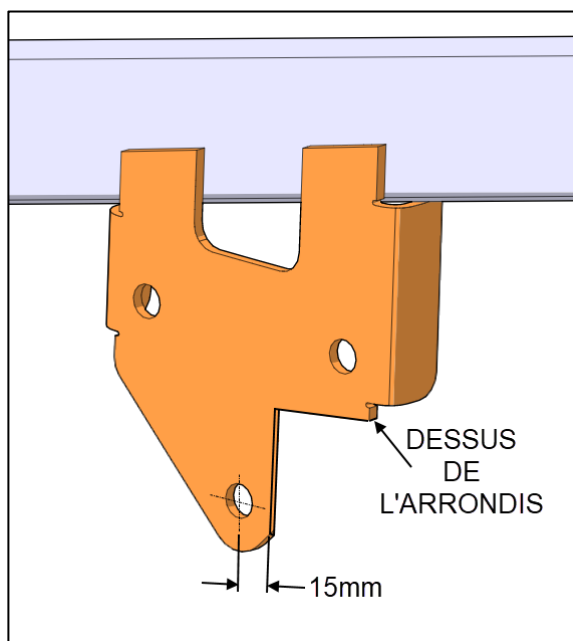

FIGURE 2
7. Découper le support de l'assécheur d'air comme montré dans la Figure 2.